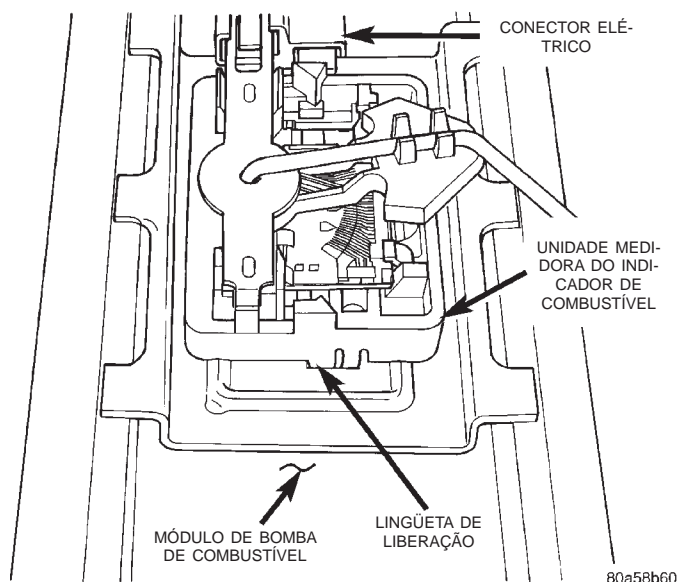

Fig. 29 Lingüeta de Liberação da Unidade Medidora do Indicador de Combustível
- (3) Retire o conector do fio elétrico dos terminais da unidade medidora.
- (4) Pressione a lingüeta de liberação (Fig. 29) para retirar a unidade medidora do módulo de bomba.